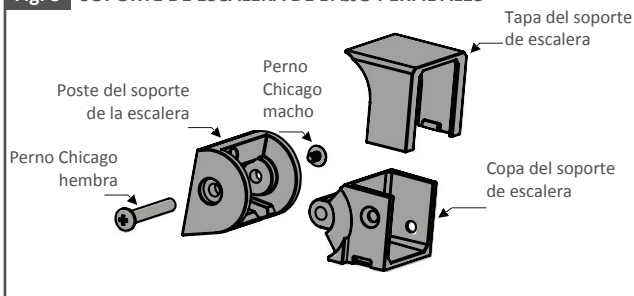

Fig. 4
7. Coloque las bases del soporte del riel superior sobre la marca anterior del borde superior. Centre la base sobre el poste y utilice el lápiz para agregar marcas para las ubicaciones de los agujeros de los dos tornillos. Como se muestra en la Fig. 4.